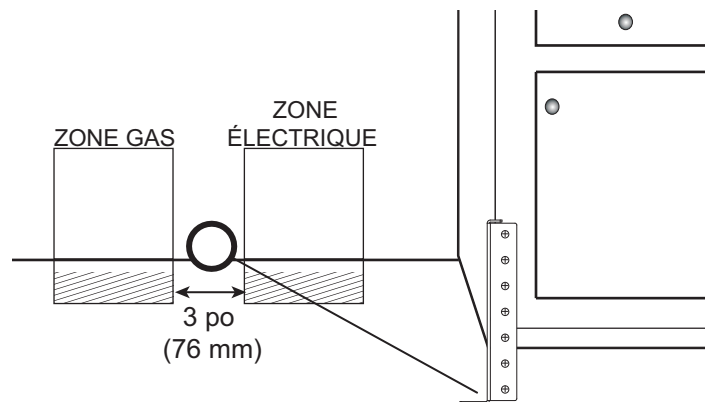
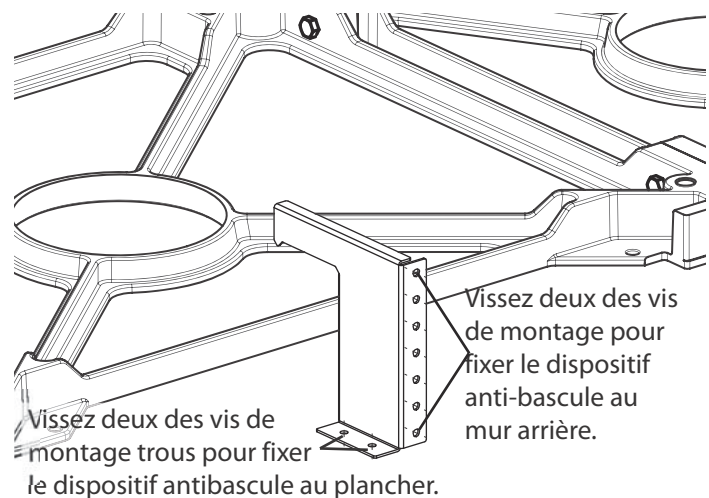

Figure 13 : Emplacement du support anti-bascule
Figure 14 : Support anti-bascule
- Dans tous les cas, vous devez utiliser au moins deux vis de montage pour fixer le support anti-bascule au plancher, ou deux vis de montage (ou ancrages pour cloison sèche) pour le fixer au mur situé derrière l'appareil (voir Figure 13 et Figure 14).
1. Placez le support sur le plancher près du centre de l'endroit où l'appareil sera installé (Figure 13).